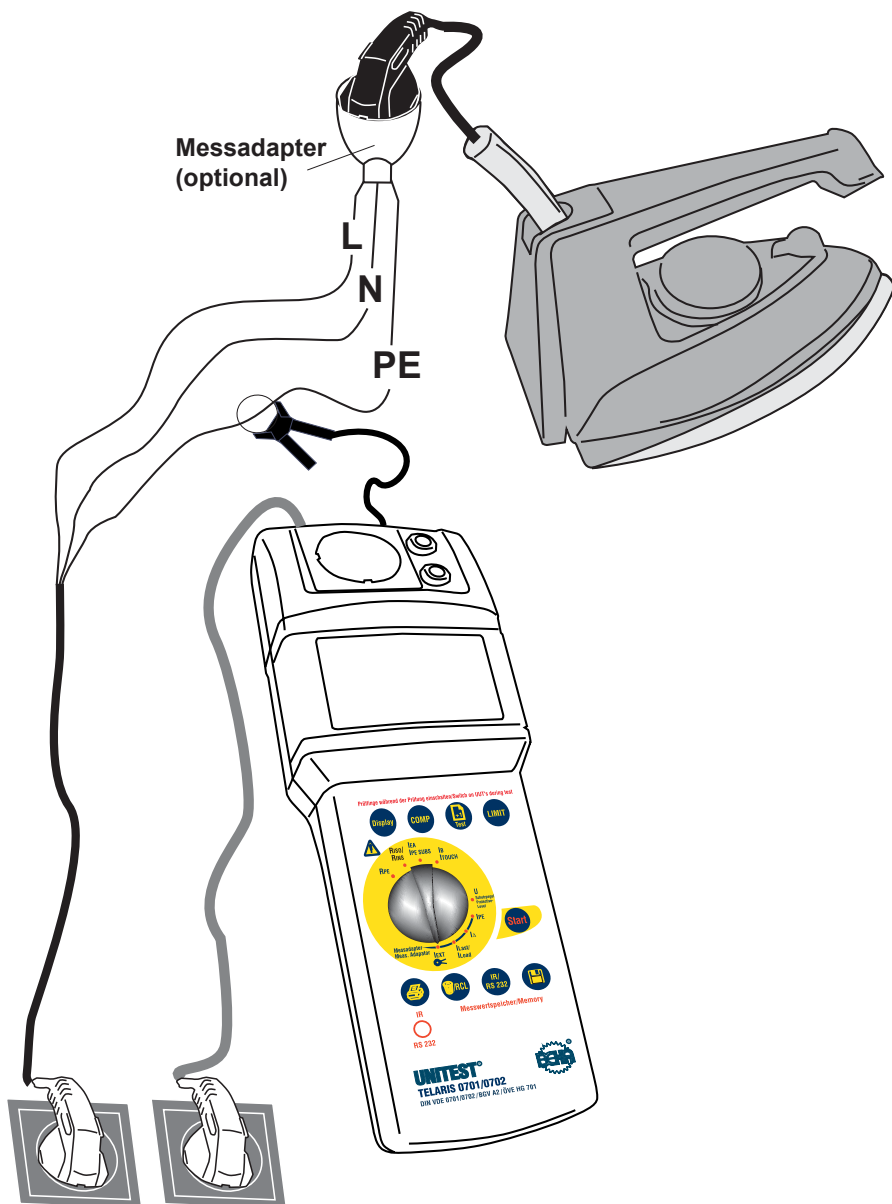

Bild 6.17: Messung des Schutzleiterstromes mit Stromzangenadapter
- ▶ Schließen Sie den UNITEST TELARIS 0701/0702 mit dem Netzanschlusstecker (1) an eine funktionsfähige und ordnungsgemäß angeschlossene Schutzkontakt-Netzsteckdose an.
- ▶ Schließen Sie den Stromzangenadapter an den Messadapteranschluss (18) des UNITEST TELARIS 0701/0702 an.
- ▶ Stellen Sie den Drehschalter 'Messfunktion' (15) auf die Schalterstellung 'IEXT'.
- ▶ Zur Messung umfassen Sie mit dem Stromzangenadapter den Schutzleiter des Prüflings, siehe Bild 6.17.
- ▶ Drücken Sie die Taste „Start“ (9). Das blinkende Symbol für die Messeinheit im Display signalisiert den aktuellen Messvorgang.
- ▶ Lesen Sie den Messwert von der LC-Anzeige (6) ab.
- ▶ Lesen Sie den zweiten Messwert von der LC-Anzeige (6) ab. Als zu protokollierender Messwert gilt der höhere der beiden Werte.